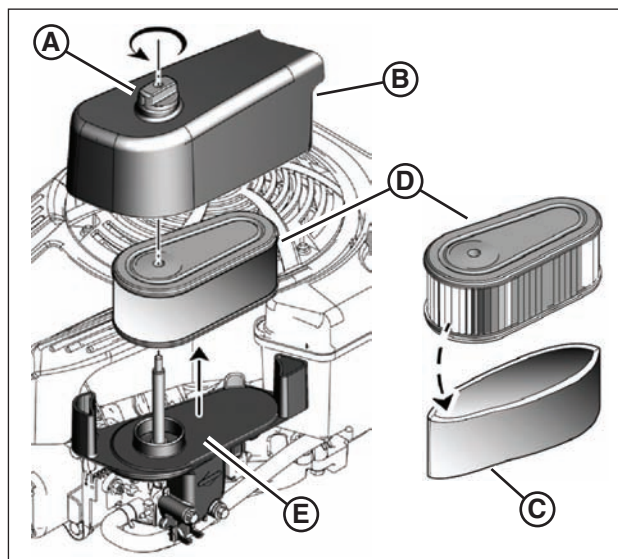

Figure 15: Filtre à air et dépoussiéreur
1. Retirez l'attache (**A**, **Figure 15**) et la protection du filtre à air (**B**).